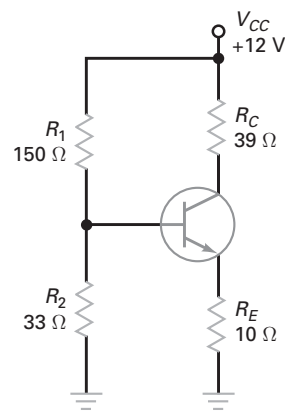

Figura 7-35
- 7-18** **MultiSim** Qual é a tensão no emissor da Figura 7-35? E a tensão no coletor?
- 7-20** A fonte de alimentação da Figura 7-35 tem uma tolerância de $\pm 10\%$. Qual é o menor valor possível para a tensão do coletor? E o maior possível?
- 7-24** Determine o ponto Q na Figura 7-35.
- 7-26** A fonte de alimentação da Figura 7-35 tem uma tolerância de $\pm 10\%$. Qual é o menor valor possível para a corrente no coletor? E o maior?
- 7-30** Na Figura 7-35, a tensão no coletor aumenta, diminui ou permanece a mesma para pequenas variações em cada um dos seguintes casos?
- 7-32** Qual é o valor aproximado da tensão no coletor da Figura 7-35 para cada um dos seguintes defeitos?
7-38 Alguém montou um circuito como o da Figura 7-35, exceto para as modificações no divisor de tensão, conforme segue: $R_1 = 150 \text{ k}\Omega$ e $R_2 = 33 \text{ k}\Omega$. A pessoa que montou não entende por que a tensão na base é apenas de 0,8 V em vez de 2,16 V (a saída ideal do divisor de tensão). Você pode explicar o que está acontecendo?
7-39 Alguém montou o circuito da Figura 7-35 com um 2N3904. O que você tem a dizer sobre isso?
7-40 Um estudante quer medir a tensão coletor-emissor na Figura 7-35 e para isso conectou um voltímetro entre o coletor e o emissor. Que valor deve ser indicado?
7-41 Você pode variar qualquer valor no circuito da Figura 7-35. Cite todos os modos possíveis de danificar o transistor.
7-42 A fonte de alimentação na Figura 7-35 deve fornecer corrente para o circuito com transistor. Cite todos os modos para determinar esta corrente.